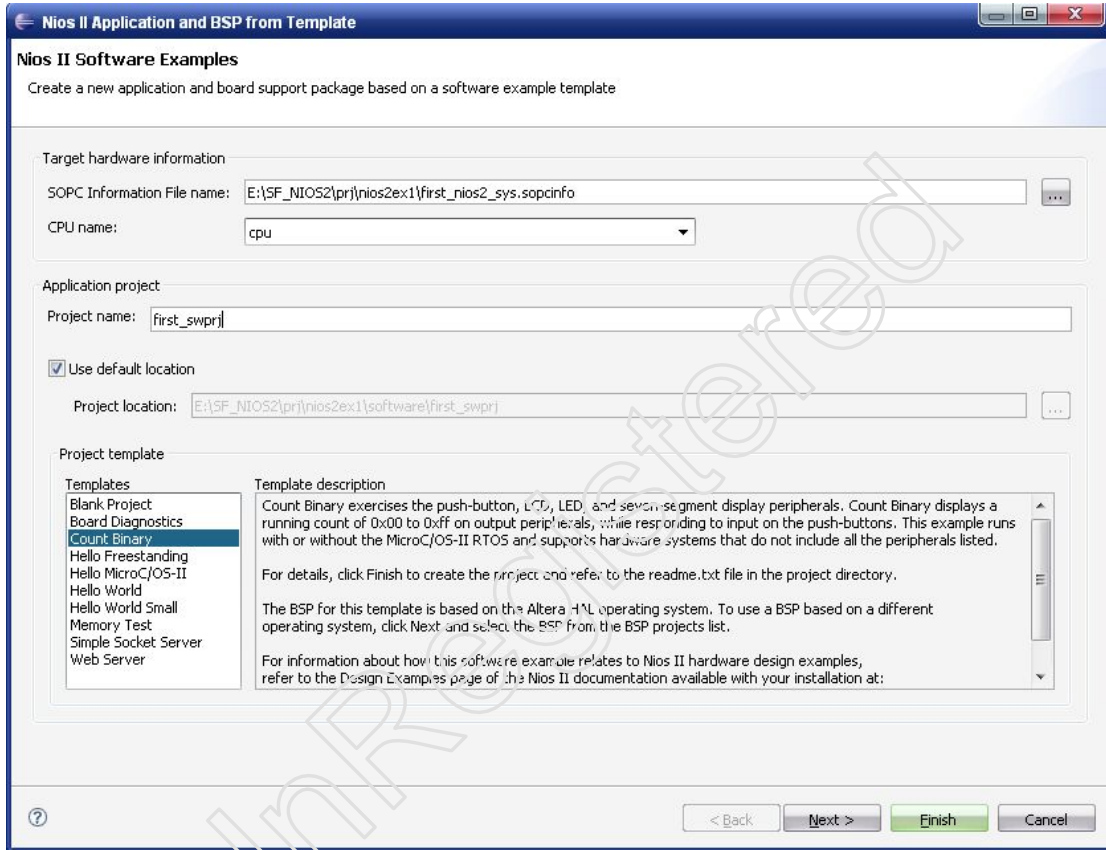

图 3.37 配置新建工程
2. 如图 3.37 所示，对新建的 NIOS2 软件工程进行设置。点击 SOPC Information File name 一